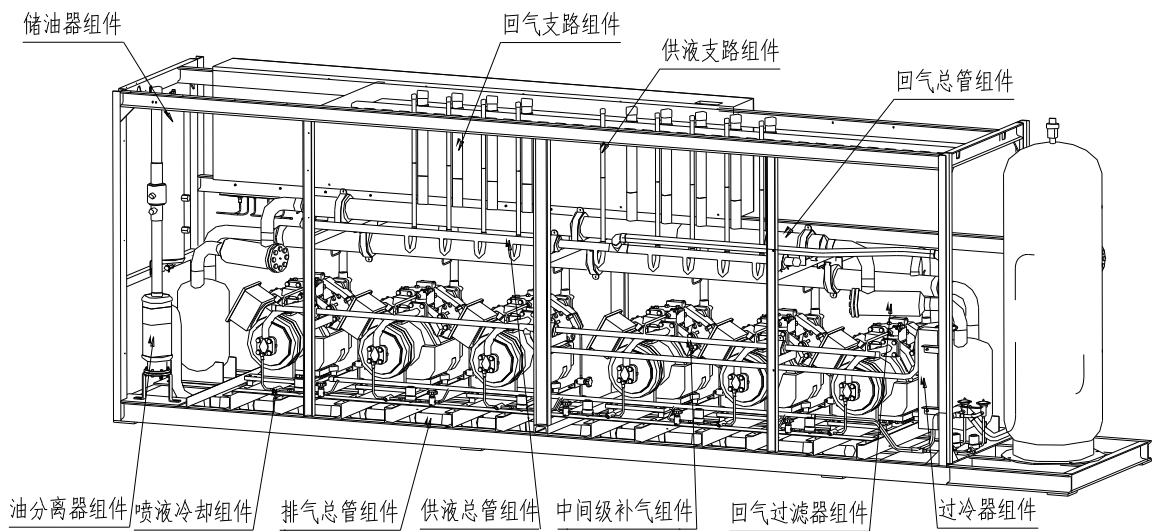

图 2 活塞压缩机机组背面视图
- 1) 接管的正确性。机组共有 4 个系统接口，分别是进出冷凝器和进出蒸发器的接口，请按图 2（第 4 页）和图 4（第 5 页）中的接管指示进行正确管路连接；